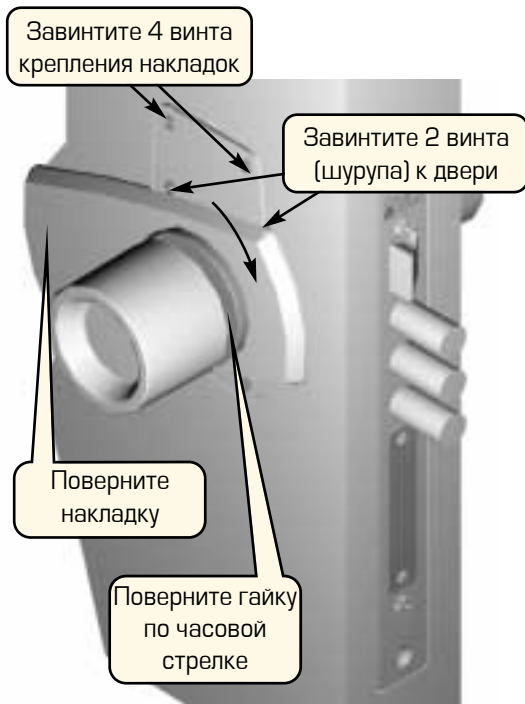

Рисунок 15 –Установка внутренней ручки с накладкой
25. Вращая круглую гайку с внутренней стороны замка по часовой стрелке до упора, закрепите накладку (рис.15).